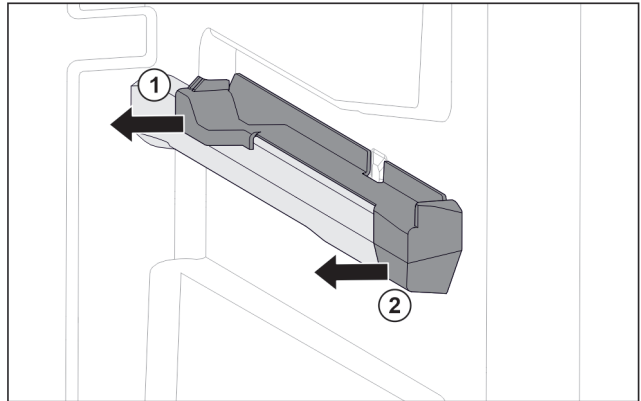

Fig. 67 Insteekelement op rechter containerrib
- ▶ Insteekelement achter naar de zijkant toe eraf trekken. Fig. 67 (1)
- ▶ Insteekelement voor naar de zijkant toe eraf trekken. Fig. 67 (2)